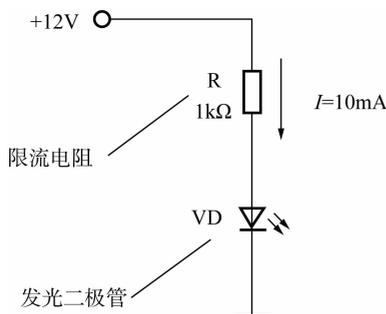

图 1-1-2 电阻器限流
(1)在图 1-1-2 所示的发光二极管电路中,R 为“限流电阻”。由欧姆定律  $I=U/R$  可知,当电压一定时,流过电阻器的电流与其电阻成反比。由于限流电阻 R 的存在,发光二极管 VD 中的电流被限制在 10mA,保证了 VD 正常工作。